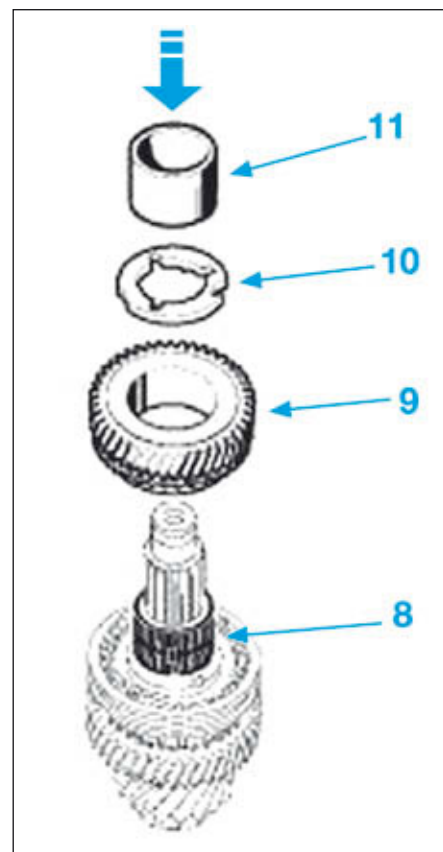

FIG.41
- Poser la cage à aiguilles (8) (Fig.41).
- Poser le pignon fou de 4^e (9) muni de sa synchronisation, la rondelle cannelée (10) puis la bague sous pignon fou de marche arrière (11) à l'aide d'un mandrin de diamètre approprié indice "N" et appliquer une pression de 5 tonnes.